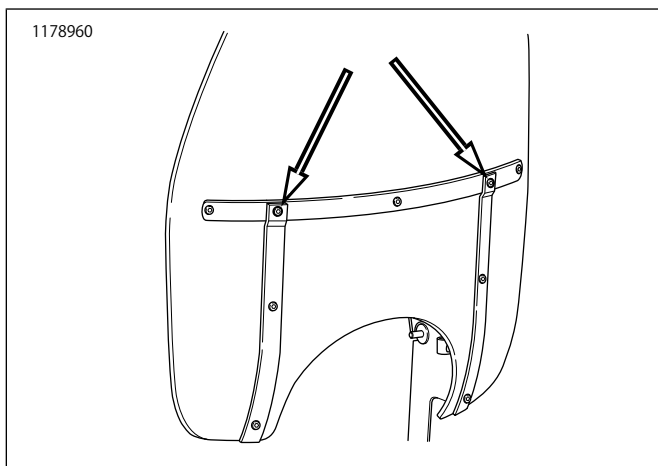

図1。センタースクリュー
2. 図1を参照してください。センターサポートスクリューをウィンドシールド上に置きます。